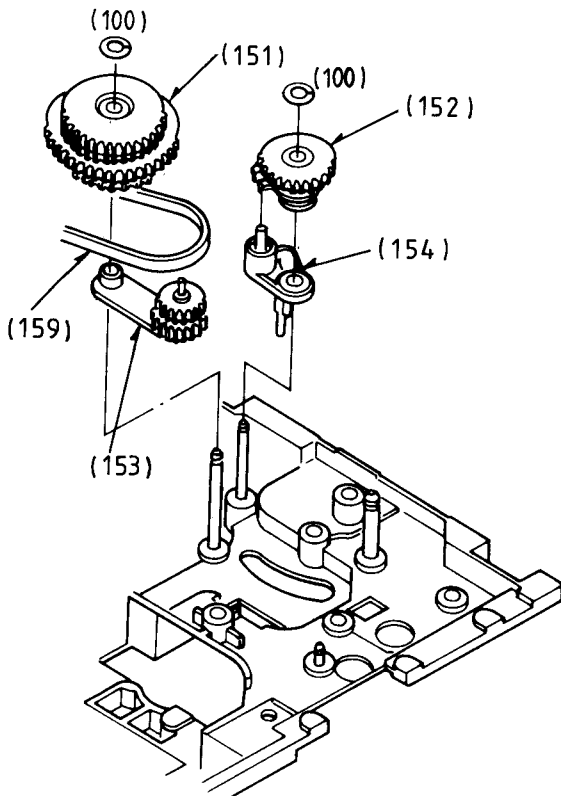

Fig. 57
- Umspulhebel (153) und Umspulkupplung (151) montieren (Fig. 57).
- Umspulriemen (159) auf die Umspulkupplung (151) legen.
- Zugverminderungshebel (154) und Zugverminderungs-Kupplung (152) einbauen.
**7.7 Rev Arm Unit (153), Rev Clutch Unit (151),
- Fit the Rev Arm Unit (153) and the Rev Clutch Unit (151), Fig. 57.
- Put the Rev Motor Timing Belt (159) onto the Rev Clutch Unit (151).
- Fit the Tension Release Lever (154) and Tension Release Clutch Unit (152).